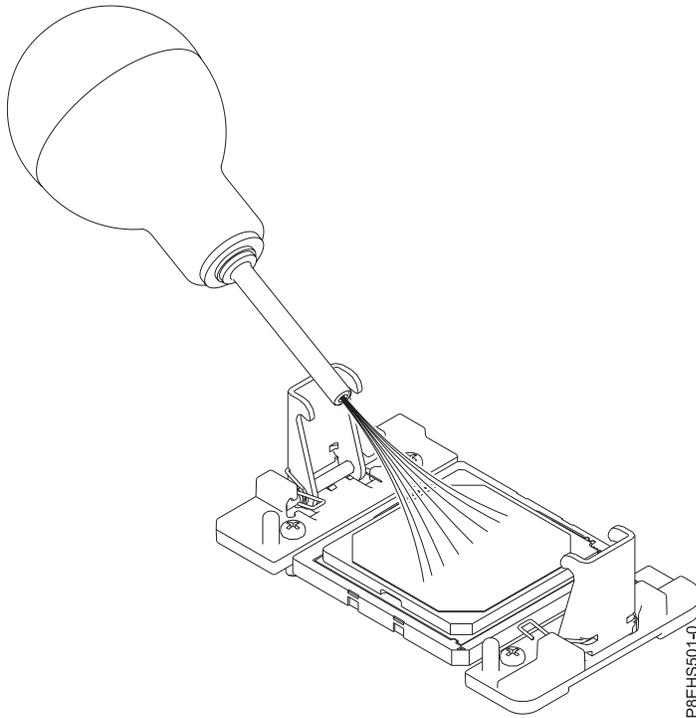

Figura 90. Eliminación de polvo y restos de suciedad del área del módulo de procesador del sistema
- a. Si hay restos de polvo o suciedad, utilice la bomba de aire proporcionada (número de pieza 45D2645) para limpiar el área del módulo del procesador del sistema. Sopla pequeñas ráfagas de aire desde el centro hacia los lados del módulo del procesador del sistema, tal como se muestra en Figura 90 en la página 83. Si la bomba de aire no está ensamblada como se muestra en la Figura 90 en la página 83, apriete la punta a la bola.